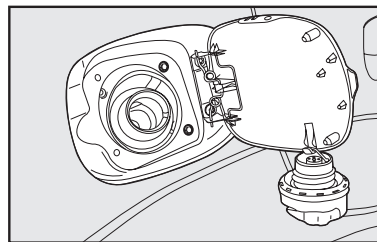

fig. 115
- Luego de retirada la tapa de su alojamiento, colóquela en el soporte sobre la puerta **fig. 115**.